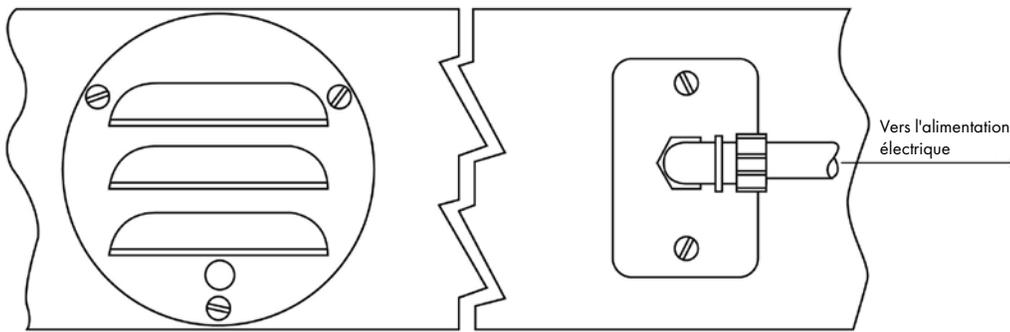

Fig. 3
6. Avec la vis de terre (dans l'ensemble valve) en position inférieure, placer la grille sur l'ensemble valve avec les ouvertures vers le bas et aligner les trous de vis dans la grille, l'ensemble valve et le joint. Tout en maintenant les pièces alignées, placer l'ensemble valve dans le manchon (Figure 3).
7. Passer à travers les trois (3) trous et percer un trou de 3,2 mm pour les vis à tôle #8. Enfoncer les trois (3) vis, et l'action d'assemblage intérieure sera terminée.
8. Sur l'extérieur (côté chaud) de la chambre froide, assembler la grille, l'écran, la bride et le joint de la même manière que les pièces intérieures ont été assemblées et les fixer à l'aide de trois (3) vis.